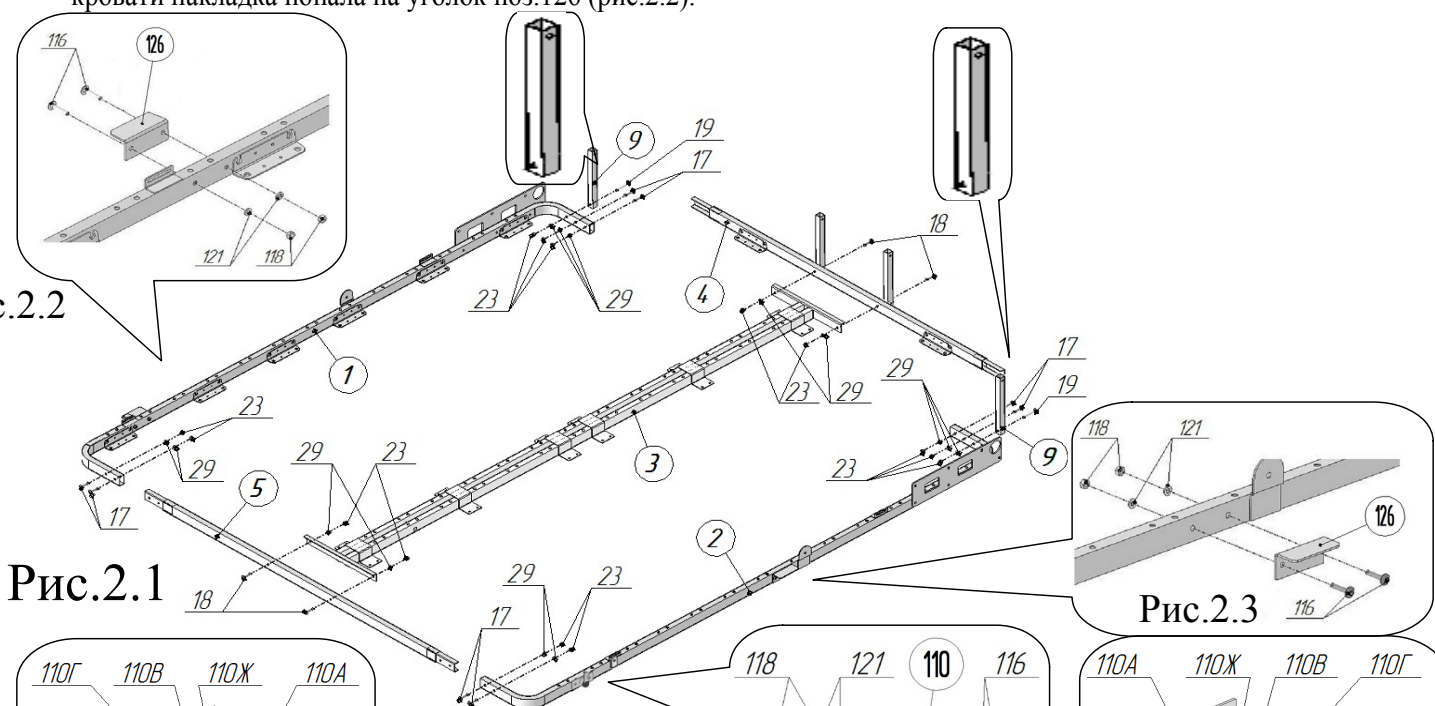

Рис.2.1
1. Закрепить штангу продольную поз.3 между штангами поперечными поз.4,5, используя винты М6х35 поз.18, гайки М6 со стопорным кольцом поз.23, шайбы Ø6х18 стальные поз.29 (рис.2.1). Присоединить левую и правую рамы кровати поз.1,2 к штангам поперечным поз.4,5, используя винты М6х30 поз.17, гайки М6 со стопорным кольцом поз.23, шайбы Ø6х18 стальные поз.29. Присоединить стойки со вкладышем поз.9А к рамам левой и правой, расположив в соответствии с рисунком 2.1, используя винты М6х50 поз.19, гайки М6 со стопорным кольцом поз.23, шайбы Ø6х18 стальные поз.29.